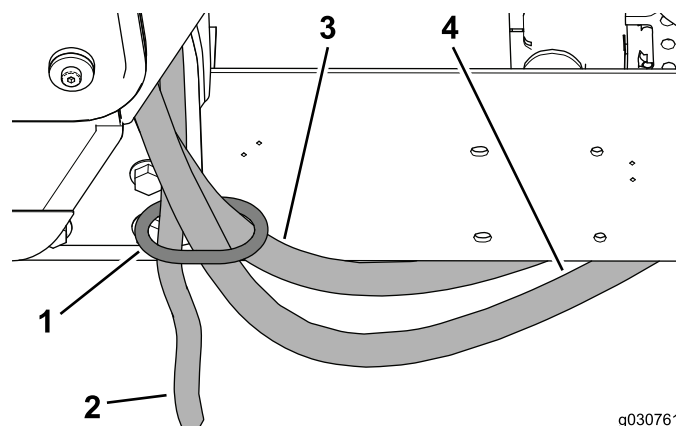

図 38
4. ヒーター用とドレン用のホースを、後キャブマウントのホース用リングに通す 図 38。